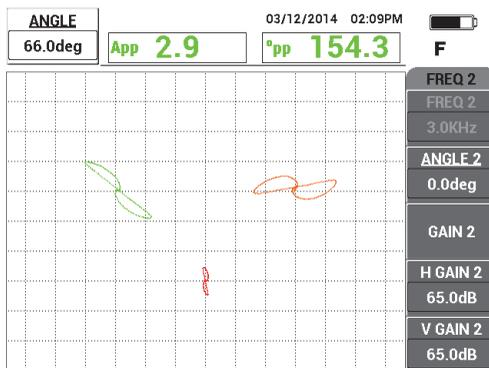

Рис. 5-138 Настройка фазы сигнала частоты 1
3. Нажмите клавишу ANGLE (◁), настройте сигнал частоты 1 (зеленый) так, чтобы сигнал отверстия достиг фазы 40° (см. Рис. 5-138 на стр. 239).